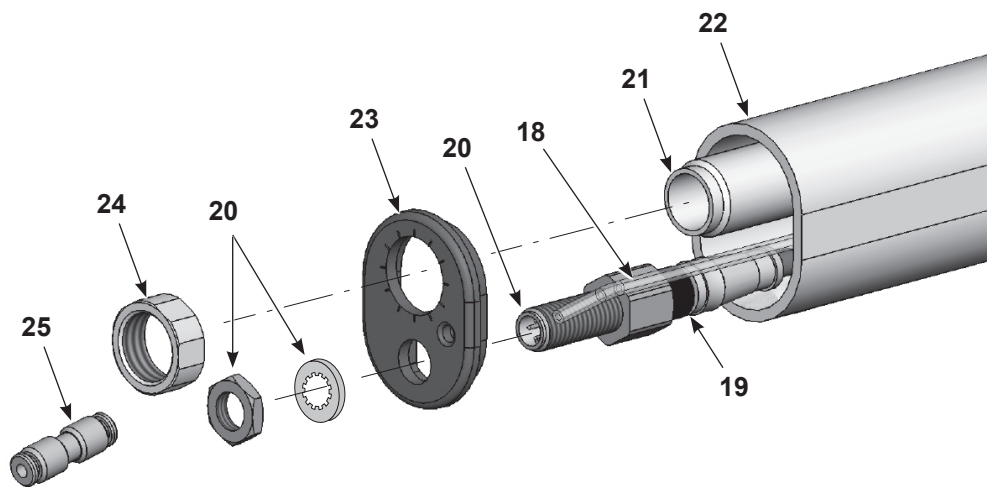

Figure 17 Démontage du pistolet à fixation sur tube 1 sur 5
2. Voir la Figure 17. Débrancher le raccord union (25) du tuyau à air transparent de 4 mm (18).
3. Débrancher le câble du pistolet (non illustré) de la prise (20).
4. Dévisser l'écrou (24) du tube de serrage (21).
5. Retirer l'écrou et la rondelle frein de la prise à câble (20). Conserver l'écrou et la rondelle frein pour les réutiliser.
6. Tirer le capuchon terminal (23) hors de l'extrémité du pistolet.
9. Voir la Figure 17. Raccorder le câble prolongateur (19) à la prise (20) dans le capuchon terminal (23).
11. Monter le capuchon terminal sur le tube de fixation en faisant passer le tube de serrage (21) et le tuyau transparent de 4 mm (18) à travers le capuchon terminal.
12. Fixer la prise (20) au capuchon terminal avec la rondelle frein et l'écrou.
13. Visser l'écrou du tube de serrage (24) sur le tube et le serrer fermement.
14. Monter le raccord union (25) sur le tuyau transparent de 4 mm.